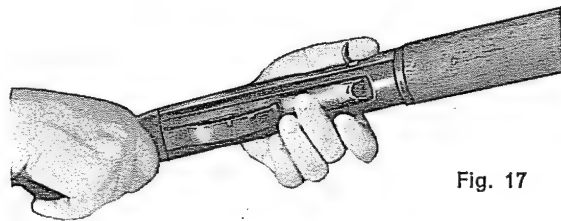

Fig. 17
- c) Sempre tenendo abbassato l'elevatore di 10-15 mm. sostituire il pollice destro con il dito medio della mano sinistra (fig. 17).
- c — while holding carrier depressed replace the right thumb with the middle finger of the left hand (fig. 17).
(fig. 17)*